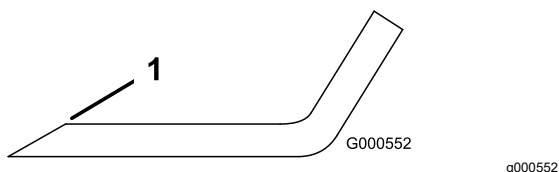

Figura 17
1. Utilice una lima para afilar el filo de corte en ambos extremos de la cuchilla (Figura 17).
Nota: Si la cuchilla no está equilibrada, rebaje algo el metal en la parte de la vela solamente (Figura 17).